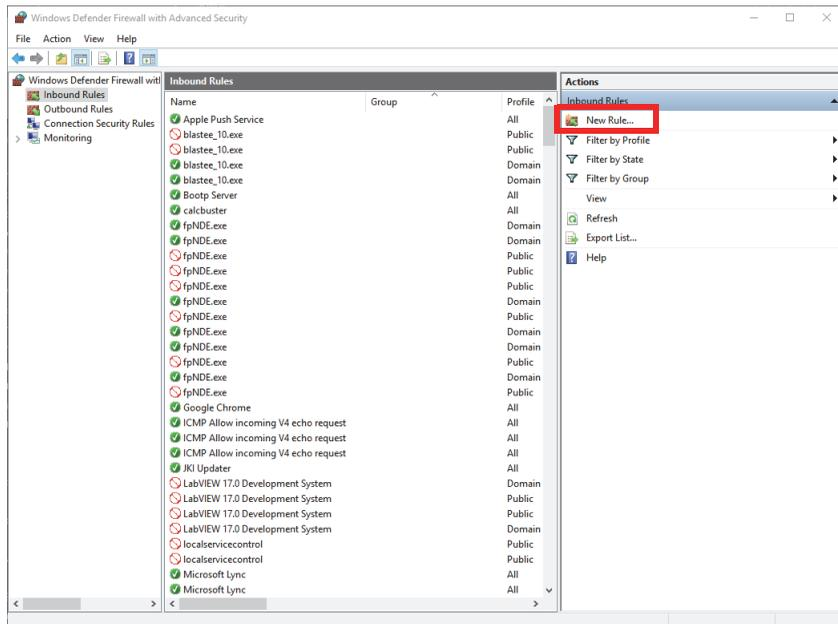

Figura 1-10 Firewall do Windows Defender na caixa de diálogo Advanced Security – Exemplo
2. Na caixa de diálogo **Firewall do Windows Defender com Segurança Avançada**, selecione **Regras de Entrada** e, em seguida, selecione **Nova Regra** (Figura 1-10 na página 33).